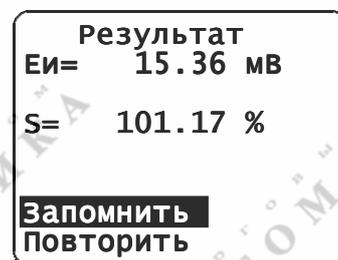

Рис. 30. Результат градуировки
- после фиксирования ЭДС в буферном растворе №2 установить курсор в положение «Далее» и нажать кнопку ⏏ для просмотра результата градуировки (см. рис. 30); если  $-50 < E_{и} < 50$  мВ или  $90 < S < 110$  %, то на экране появится надпись «Ошибка Eи!» или «Ошибка S!» соответственно;